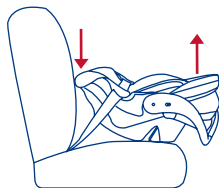
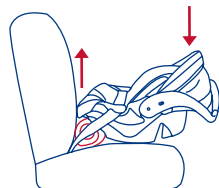

Fig. 48-2
Fig. 48-3
- Si el Indicador de Ángulo del Asiento muestra **CUALQUIER rojo**, el Asiento de Seguridad está **demasiado vertical ó demasiado reclinado**. Si el Asiento de Seguridad está demasiado reclinado ajuste el Asiento de Seguridad como se muestra en la Fig. 48-2 hasta que el indicador de nivel **NO muestre nada de rojo**. Si el Asiento de Seguridad está demasiado vertical, coloque una toalla enrollada apretada ó cojín alargado, bajo la punta del pie del Asiento de Seguridad hasta que el nivel indicador **NO muestre nada rojo**. (Fig. 48-3) Vuelva a apretar el cinturón de seguridad del vehículo según se indicó en la sección, **Asegurando el Asiento de Seguridad ó Base en el vehículo.**